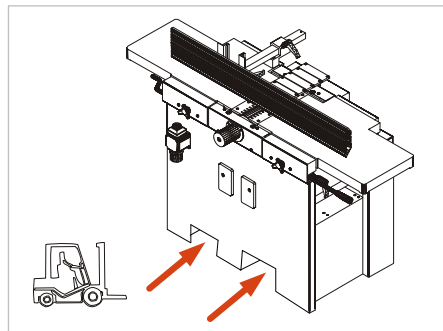
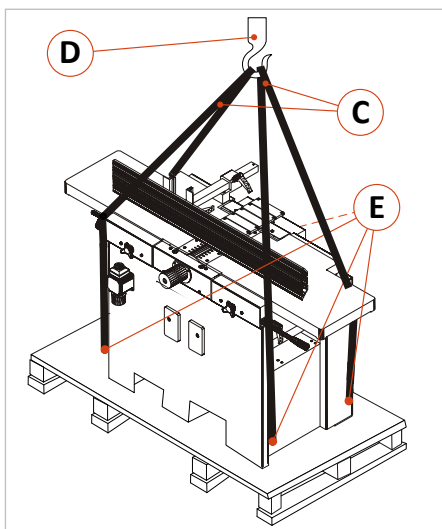
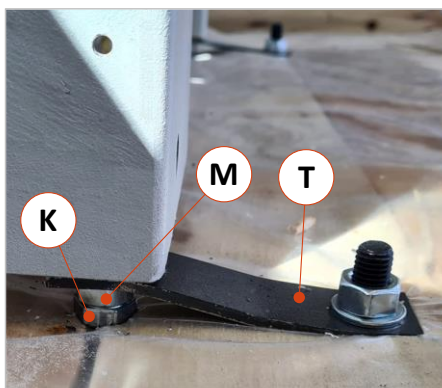

Abbildung 8: Abstellen mit Stapler
Abbildung 9: Abladen und Abstellen mit Kran
Abbildung 10: Transportlaschen entfernen
- Maschine mit dem Gabelstapler von der Palette herunterheben und die vier Nivellierstützen wieder an die Standfüße montieren (siehe ⇒ Abbildung 10). Die Gabel des Staplers so zuführen, wie es in der ⇒ Abbildung 8 veranschaulicht ist.
- Bereiten Sie vier Spanngurte oder Nylonschlupf-Seile (C) mit der erforderlichen Tragkraft und in ausreichender Länge vor und hängen Sie diese am Kranhaken (D) ein (siehe ⇒ Abbildung 9).
- Dann die Seile (C) in den vier Ösen (E) der Maschine befestigen.
- Die zum Transport auf der Palette erforderlichen Schraubbefestigungen, Transportbleche und Transportlaschen an den Füßen demontieren, Palette abnehmen und die vier Nivellierstützen wieder an die Standfüße montieren (⇒ Abbildung 10). Dann die Maschine mit dem Kran am endgültigen Einsatzort abstellen.